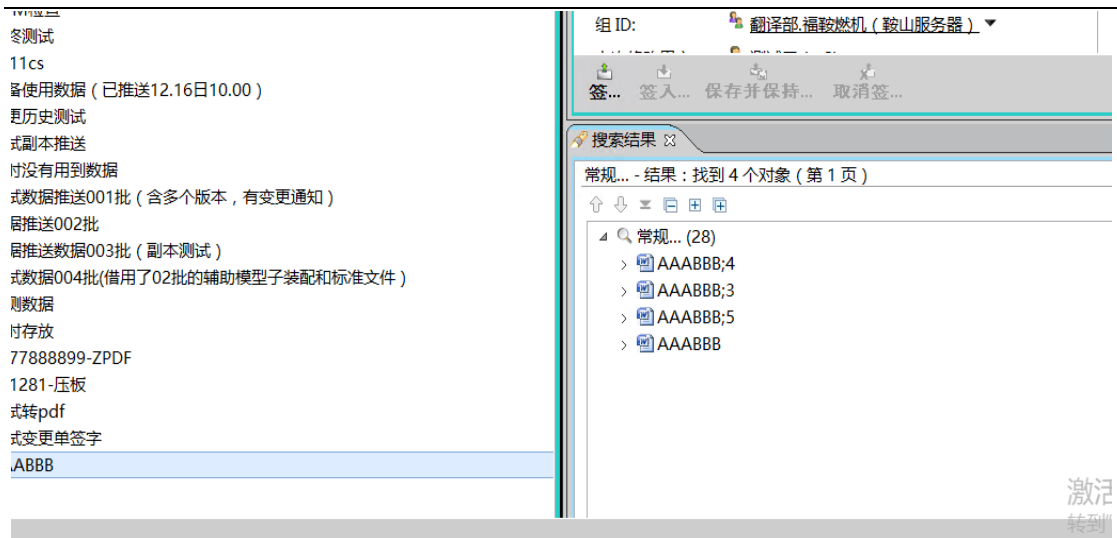

图 2
2.在搜索后，即可看到查询结果中会出现该数据集的历史版本，如图 2 所示：